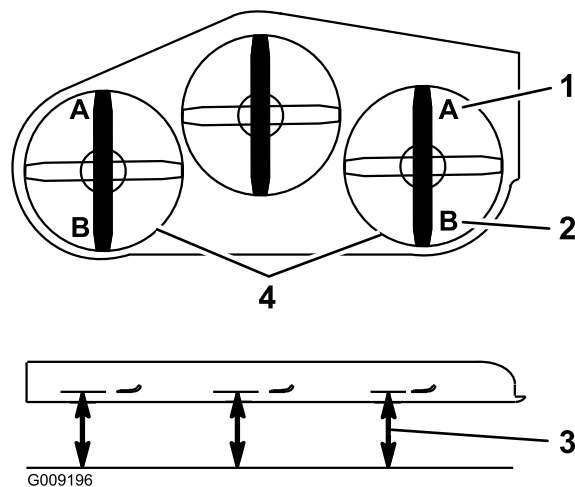

Figure 88
9. De chaque côté du tablier de coupe, mesurez la distance entre la surface plane et la pointe avant de la lame (position A). On doit obtenir un écart de 7,6 cm (3") (Figure 88).
- De chaque côté du tablier de coupe, mesurez la distance entre la surface plane et la pointe arrière de la lame (position B). On doit obtenir un écart de 8,3 cm (3 1/4") (Figure 88).